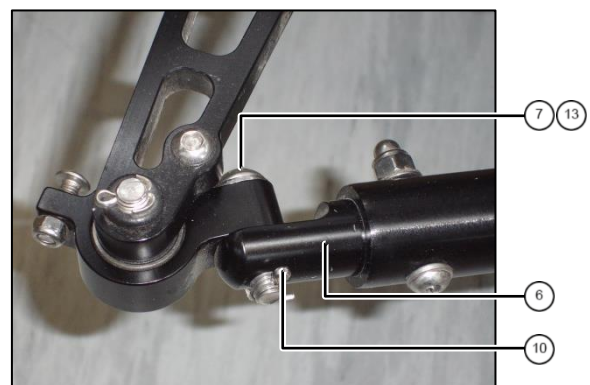

Abb. 6: hintere Befestigung
7. Schraube ^⑦ mit Unterlegscheibe ^⑬ durch Gelenkblock stecken, mit Gewindekleber versehen und in hinteres Endstück ^⑥ einschrauben (siehe Abb. 6). **Anzugsmoment 8Nm.**
8. Splint ^⑩ montieren.